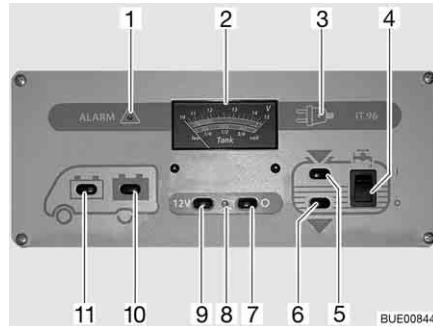

Bild 105 Panel IT 96-2
Der 12-V-Hauptschalter (Bild 105,7 und 9) schaltet das Panel und die 12-V-Versorgung des Wohnraums ein und aus.
Einschalten: ■ Schalter (Bild 105,9) drücken "12 V": Die 12-V-Versorgung des Wohnraums ist eingeschaltet. Die Kontroll-Leuchte (Bild 105,8) leuchtet grün.
Ausschalten: ■ Schalter (Bild 105,7) drücken "O": Die 12-V-Versorgung des Wohnraums ist ausgeschaltet. Die Kontroll-Leuchte (Bild 105,8) erlischt.
Beim Anzeigeelement V/Tank (Bild 105,2) die obere Skala beachten. Das Anzeigeelement wird automatisch beleuchtet, sobald ein Schalter gedrückt wird.
- Schalter (Bild 105,11) drücken "🔋": Die Batteriespannung der Starterbatterie wird angezeigt.
- Schalter (Bild 105,10) drücken "🔋": Die Batteriespannung der Wohnraumbatterie wird angezeigt.
Beim Anzeigeeinstrument V/Tank (Bild 105,2) die untere Skala beachten. Das Anzeigeeinstrument wird automatisch beleuchtet, sobald ein Schalter gedrückt wird.
- Schalter (Bild 105,5) drücken "": Die Wassermenge wird angezeigt.
- Schalter (Bild 105,6) drücken "": Die Abwassermenge wird angezeigt.
- Wippschalter (Bild 105,4) oben drücken "I": Die Wasserversorgung ist eingeschaltet.
- Wippschalter (Bild 105,4) unten drücken "O": Die Wasserversorgung ist ausgeschaltet.
Die rote Warnleuchte "ALARM" (Bild 105,1) blinkt, sobald die Spannung der Wohnraumbatterie 11 V (Messung im laufenden Betrieb) unterschreitet und damit Tiefentladung droht.
Die 12-V-Kontroll-Leuchte (Bild 105,8) leuchtet, wenn der 12-V-Hauptschalter (Bild 105,9) eingeschaltet ist.
Die gelbe 230-V-Kontroll-Leuchte (Bild 105,3) leuchtet, wenn am Eingang des Elektroblocs Netzspannung vorhanden ist.